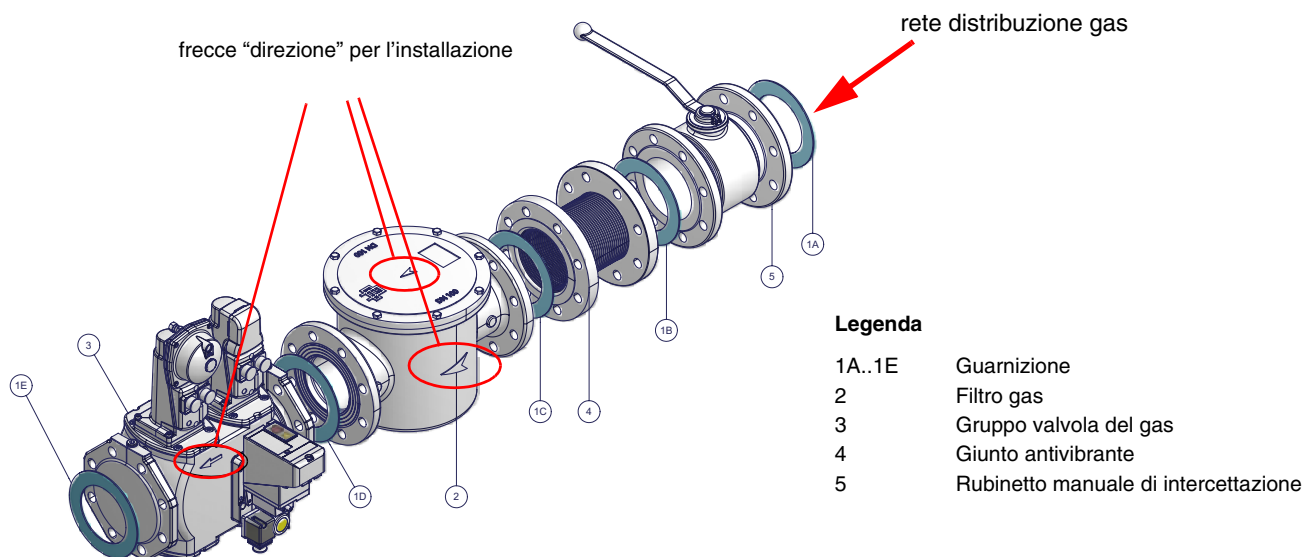

Fig. 5 - Esempio di rampa gas
- 1-b) nel caso di giunti flangiati: interporre tra un componente e l'altro, una guarnizione (n. 1A..1E - Fig. 5) compatibile con il gas utilizzato,
ATTENZIONE: una volta montata la rampa secondo lo schema riportato in Fig. 5, deve essere effettuata la prova di tenuta del circuito gas, secondo le modalità previste dalla normativa vigente.